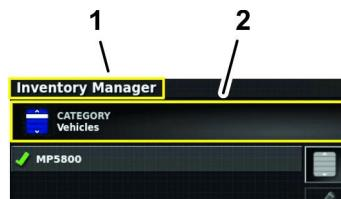

Figure 98
- Si le type de catégorie d'information (par ex. produits, buses personnalisées, champs, tâches, limites de champ, lignes AB et courbes) que vous voulez exporter n'apparaît pas sur l'icône Catégorie, appuyez sur l'icône Catégorie (Figure 98).